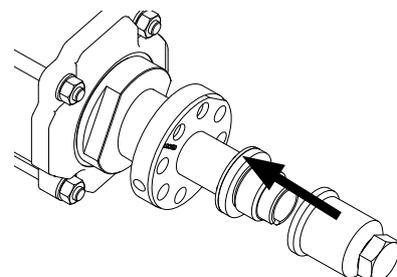

Fig.2-14 Montez le capuchon antipoussière.
- Montez et serrez le capuchon antipoussière (→ Fig. 2-14).